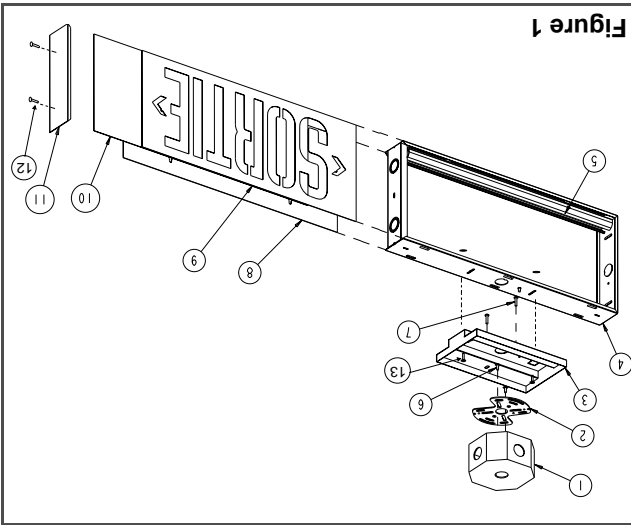

Figure 1
- Pour ouvrir l'enseigne, glisser la face découpée et le diffuseur de couleur pour les sortir du boîtier (voir fig. 1).